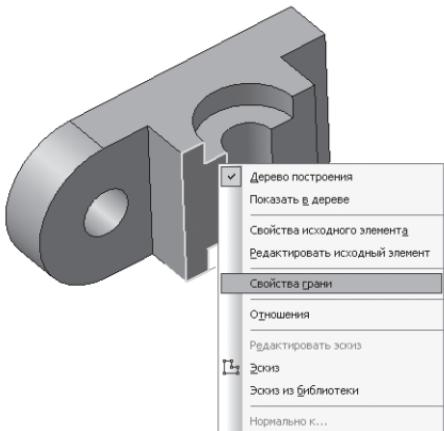

Рис. 226
- щелчком ЛКМ выделите грань, щелчком ПКМ вызовите контекстное меню и выберите щелчком ЛКМ **Свойство грани** (рис. 226);
- измените цвет фигуры сечения аналогично предыдущей работе см. рис. 226–229.